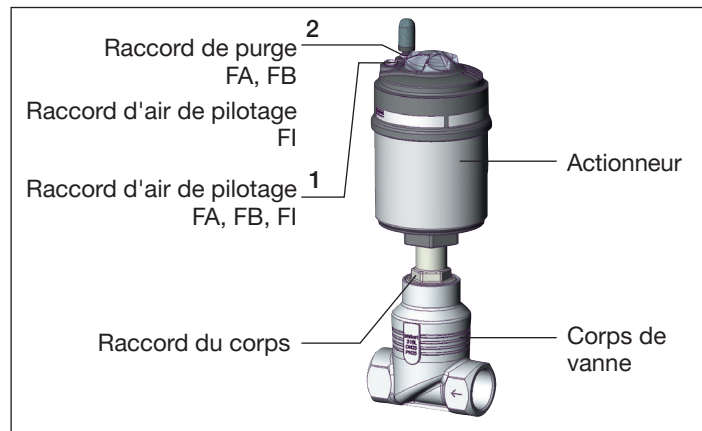

Figure 29 : Désignation des pièces
- Avec les **fonctions A et I**, alimenter le raccord d'air de pilotage **1** à 6 ... 8 bars (voir « Figure 29 : Désignation des pièces »).
- Avec la **fonction B**, alimenter le raccord d'air de pilotage **2** à 6 ... 8 bars (voir « Figure 29 : Désignation des pièces »).